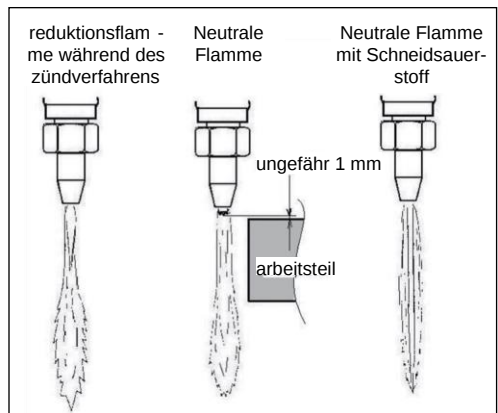

Bild 6: Flammeneinstellung
4.2.3. Öffnen sie kurz das schneidsauerstoffventil, damit sie die richtige Einstellung der neutralen Flamme sehen, und dann schließen Sie es (siehe auch Bild 6)